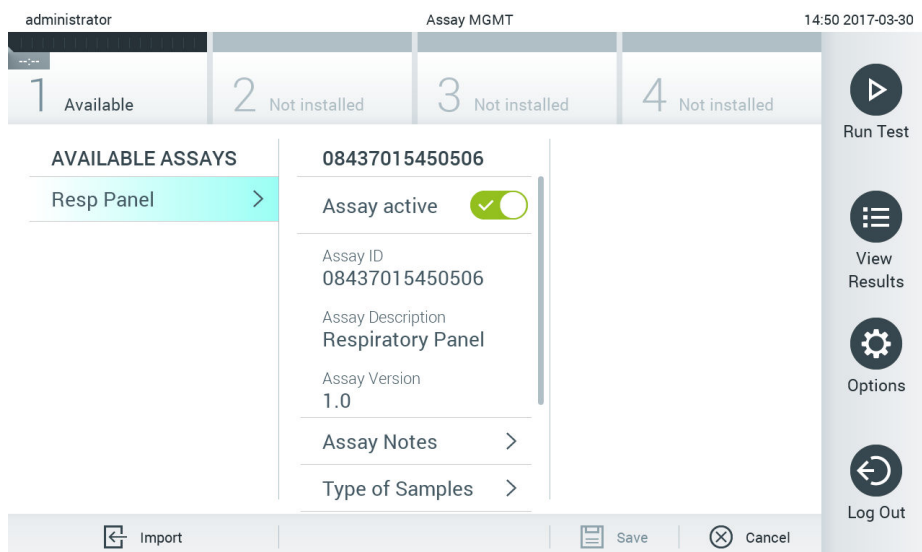

Figura 66. Gestão de ensaios disponíveis.
1. Prima o botão Options (Opções) e, em seguida, o botão Assay Management (Gestão de ensaios) para aceder ao ecrã Assay Management (Gestão de ensaios). Os ensaios disponíveis são listados na primeira coluna da área de conteúdo (Figura 66).